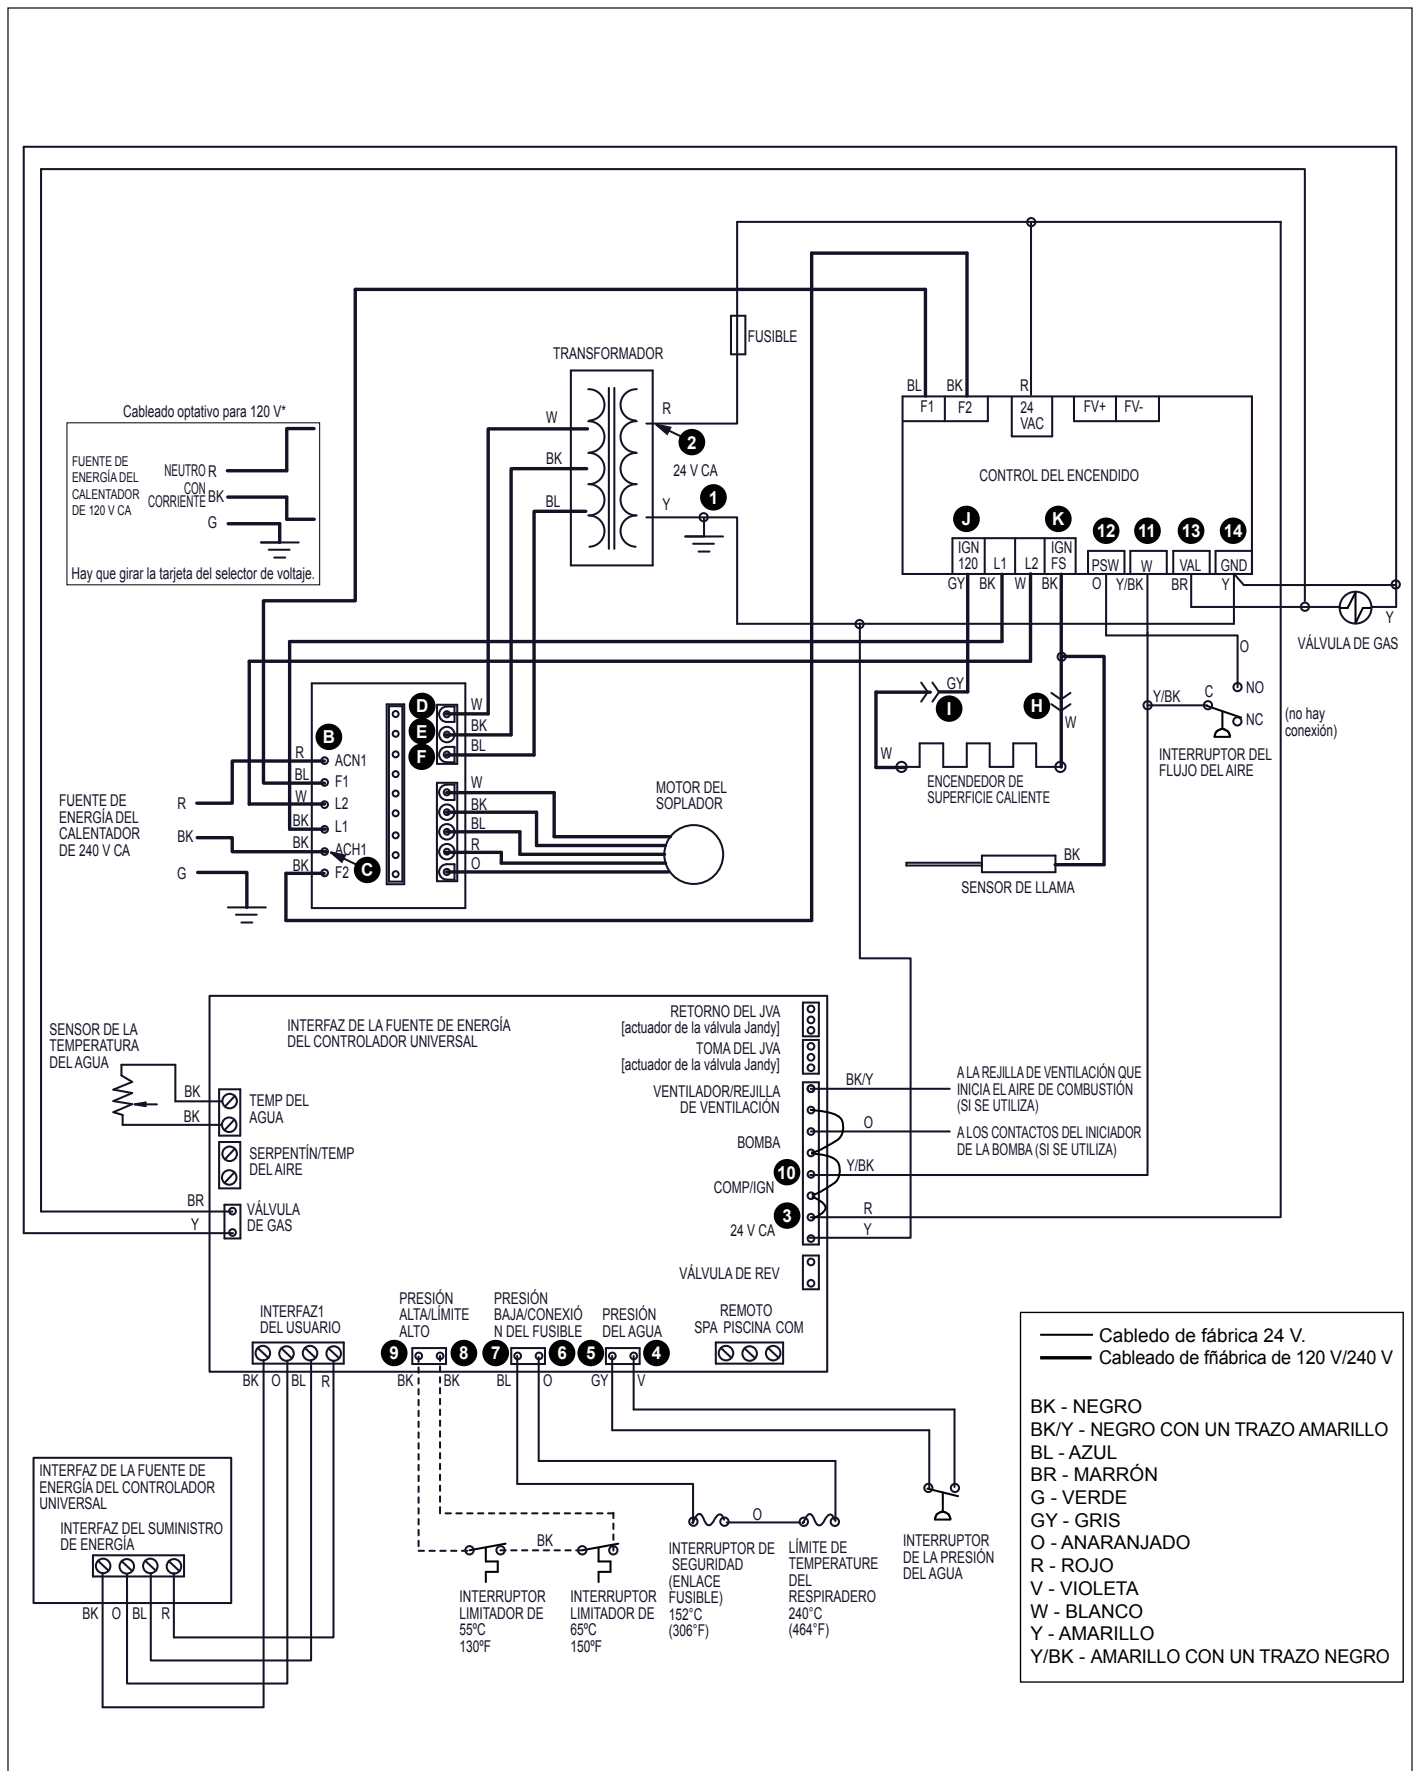

Figura 39. Diagrama de identificación de punto de prueba
Para estos procedimientos será necesario un medidor de voltios-ohmios con un rango mínimo de voltaje de 0-250 V CA y un rango de resistencia de 1-1000 ohmios. En la Figura 39 se muestran los circuitos de energía y control así como dónde se deben hacer las mediciones. Se han colocado los números de ubicación dentro de los círculos y se hará referencia a ellos en las siguientes secciones.
un suministro de energía de voltaje nominal de 120 V o entre 204 V y 264 V, a 60 Hz si se conecta a una fuente de suministro de energía de voltaje nominal de 240 Voltios. Mida el voltaje del suministro en los alambres de la fuente de energía en el punto donde entran al calentador (identificados con las letras A, B y C en el diagrama del cableado de la Figura 39). Utilice los voltajes de la Tabla 13 para verificar si se le está suministrando el voltaje correcto al calentador.
El diagnóstico y localización de averías se realiza probando el voltaje entre el punto común y varios puntos del circuito para determinar cuál es el componente que está impidiendo el funcionamiento. Los puntos de verificación se muestran en la Figura 39. El alambre negro del medidor se debe conectar a la llave común en el lado secundario del transformador y podrá permanecer allí durante la mayor parte del procedimiento.
Debido a que los interruptores limitadores no son de fácil acceso, se puede verificar el voltaje en las dos (2) patas del circuito en el controlador. Consulte los puntos de prueba 8 y 9 en la Figura 39.